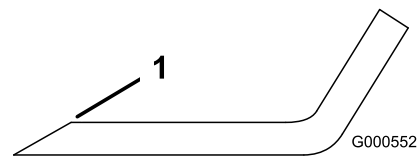

Figura 34
1. Affilate i taglienti da entrambe le estremità della lama con una lima (Figura 34).
Nota: Se la lama non è bilanciata, limate del metallo soltanto dalla costa (Figura 34).